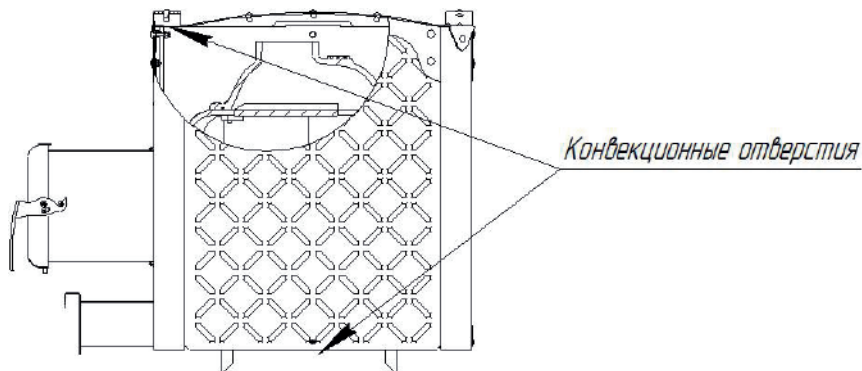

Рисунок 3 — Расположение конвекционных отверстий печи «БЫЛИНА»
**ВНИМАНИЕ!** Запрещается перекрывать конвекционные отверстия в нижней (со стороны дна топки) и верхней (со стороны каменки) части печи «БЫЛИНА» или затруднять конвекцию любым другим способом (рисунок 3).